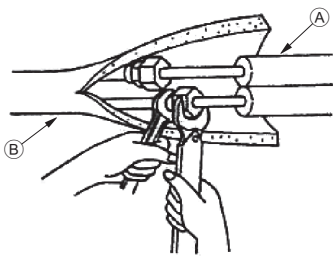

Fig. 4-3
4.3. Труба холодоагенту (Fig. 4-3)